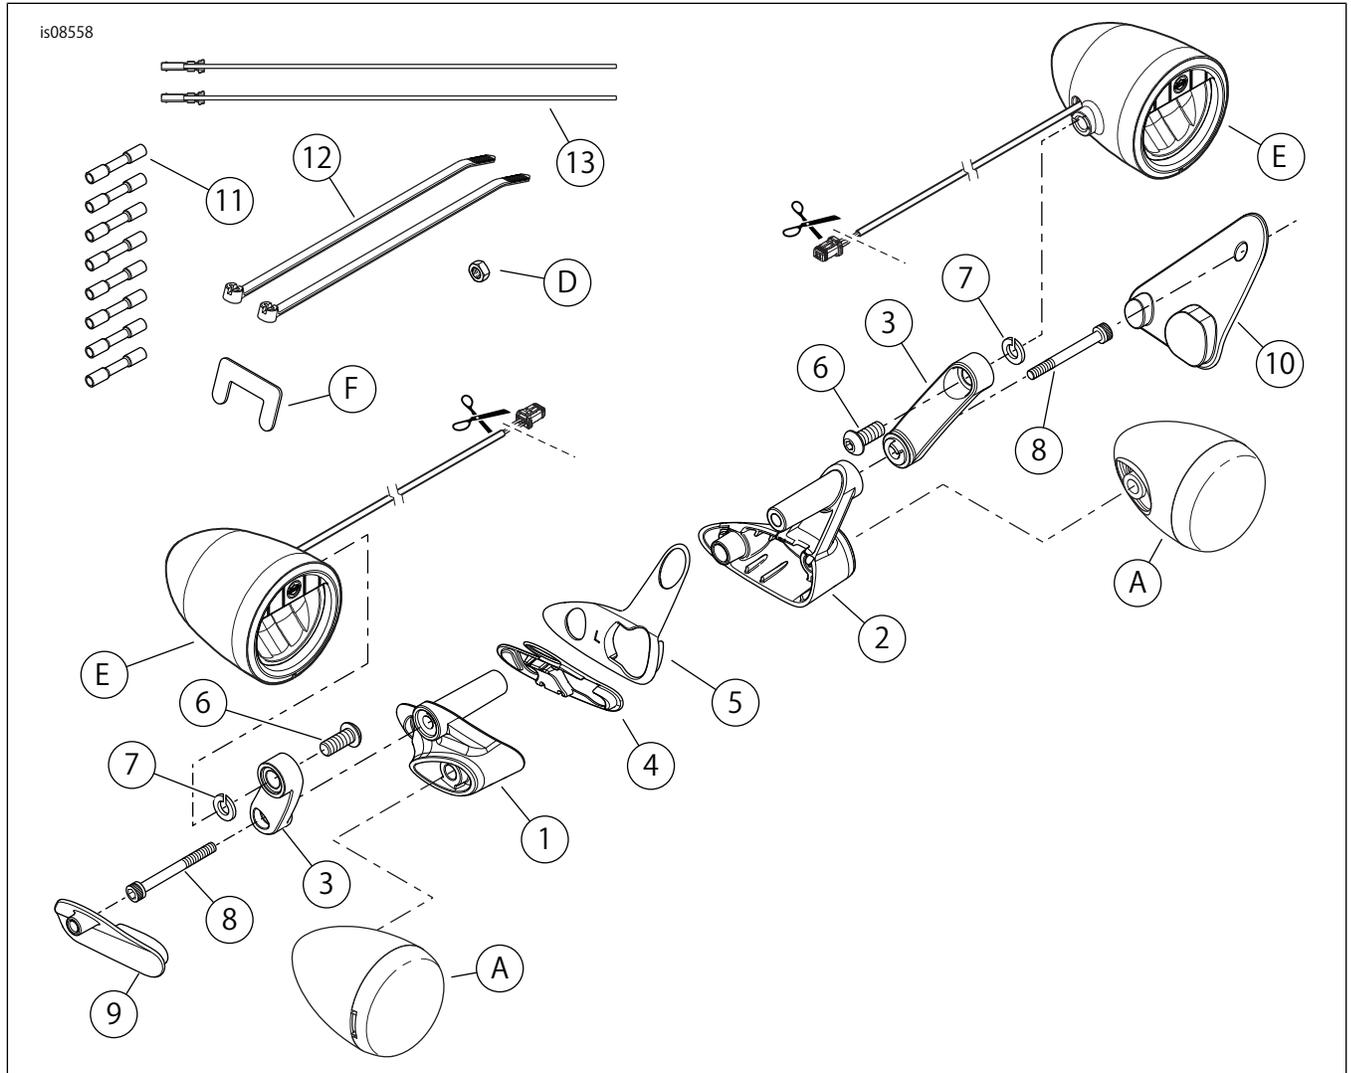

図7。交換用パーツ、RoadGlideLED(発光ダイオード)補助ランプキット
5. 「図7」を参照してください。キットからドリルガイド(9、10)を取り出します。ドリルガイドの1つを、片側のフェアリングの正しいターンシグナルマウントキャビティに一時的に配置します。ドリルガイドがフェアリングの塗装面に接触する領域を確認します。